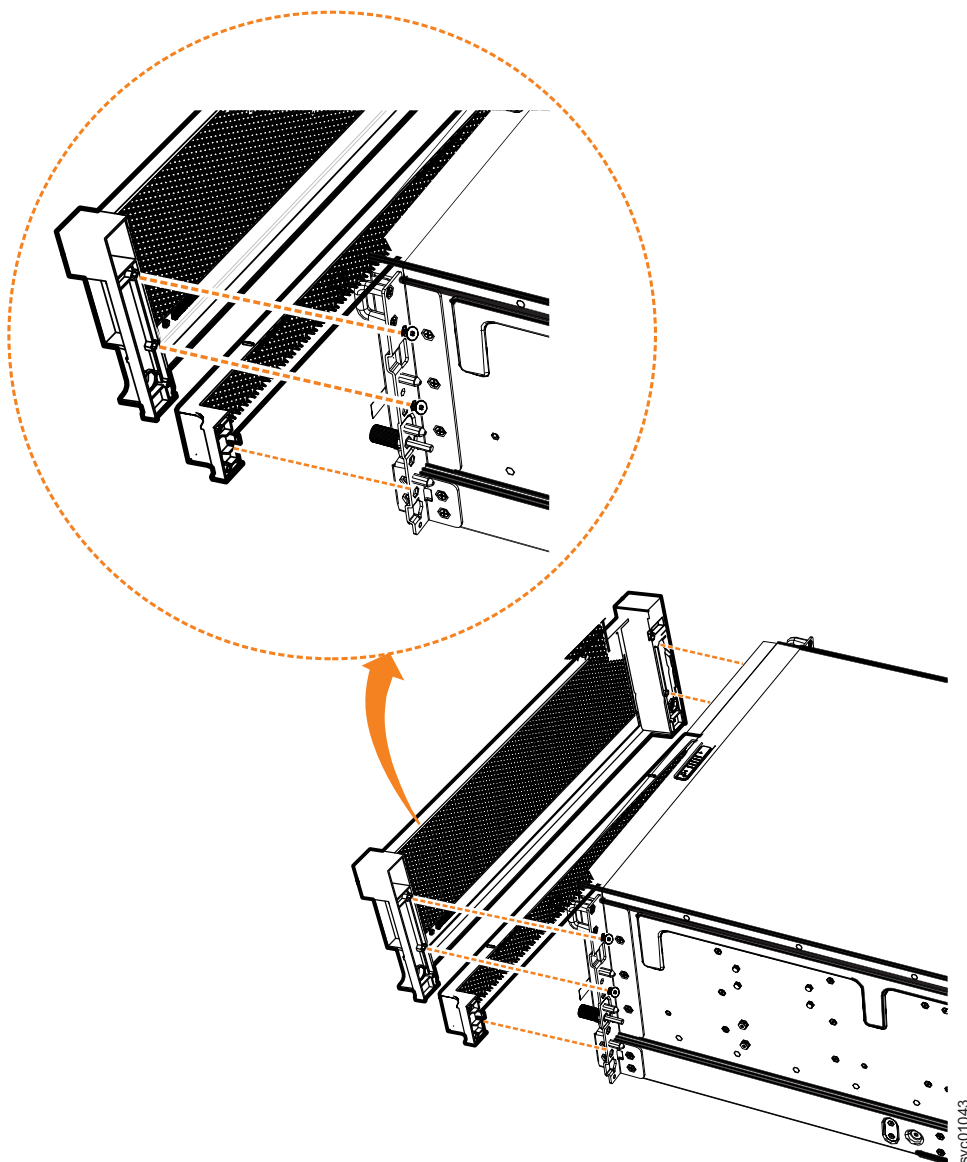

図 96. 拡張エンクロージャーからの鼻隠しコンポーネントの取り外し
2. 110 ページの図 96 に示すように、鼻隠しをシャーシの両側のフランジに固定している 2 本のねじを取り外して、前面鼻隠しを取り外します。
3. 図 96 に示すように、PSU 鼻隠しの両側を慎重に引いて、シャーシから取り外します。PSU 鼻隠しが、シャーシの両側に PSU 鼻隠しを結合しているスロットとピンから外れます。